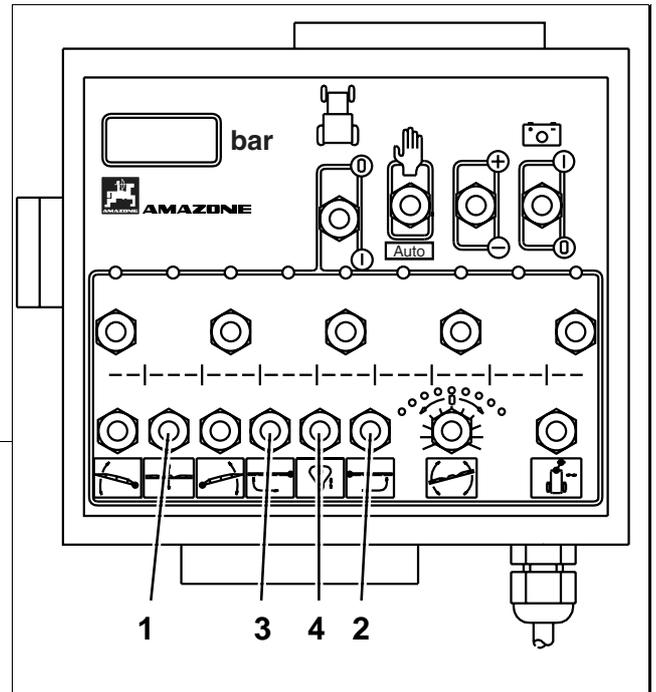

Fig. 8.42
- Desbloquear y bloquear la compensación de oscilaciones desde la posición de transporte a través del pulsador (Fig. 8.42/4).
- Para desbloquear oprimir el pulsador (Fig. 8.42/4) brevemente hacia arriba. La compensación de oscilaciones está **desbloqueada** (Fig. 8.43/1), cuando sea visible la sección verde en la indicación de des-/ bloqueo (Fig. 8.43/2) **Fig. 42/2 muestra la compensación de oscilaciones desbloqueada.**